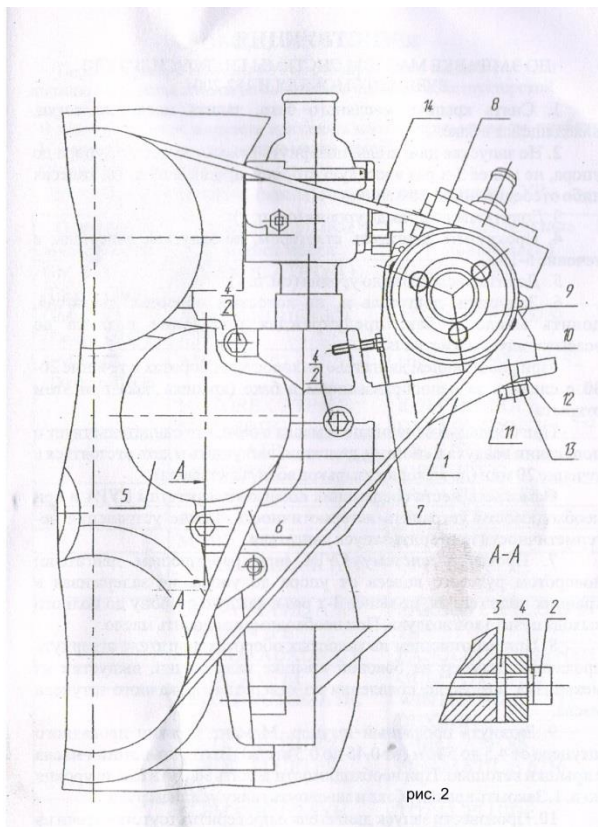

рис. 2
1. Установить кронштейн крепления насоса поз.1 (рис. 2) на двигатель, закрепить кронштейн тремя болтами поз.2. Болты М8 поз.2 , пружинные шайбы поз.4 использовать снятые с автомобиля. Момент затяжки болтов поз.2 производить с усилием от 25 до 30 Н/м (от 2,5 до 3,0 кгс/м)